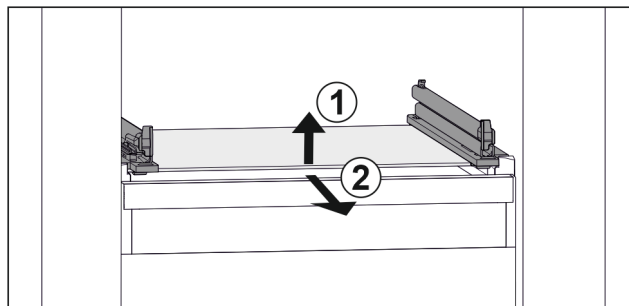

Fig. 78 Eksempel på fremstilling av glassplaten
- Løft opp glassplaten foran. Fig. 78 (1)
- Ta ut glassplaten fremover. Fig. 78 (2)